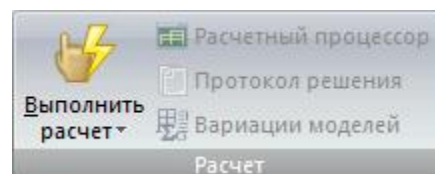

Рис.49. Панель Расчет
- **Расчет** (рис.49) – изменение параметров расчета для текущей задачи, загрузка данных в расчетный процессор и выполнение расчета;
Панель **Расчет** (рис.49) содержит следующие команды: